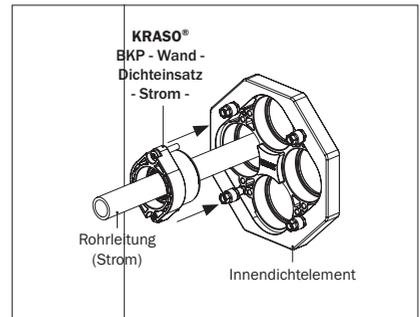

Abbildung 14.3: Montage **KRASO® BKP - Wand - Dichteinsatz - Strom** - innenseitig
- Schieben Sie den **KRASO® BKP - Wand - Dichteinsatz - Strom** - mit der Gummidichtung voraus über die Rohrleitung bis in das Innendichteelement des **KRASO® Bauherren-Komfortpakets - Wand**-. Beachten Sie, dass die Schraublöcher am Dichteinsatz und die Kernlöcher im Innendichteelement übereinander liegen (s. Abbildung 14.3).